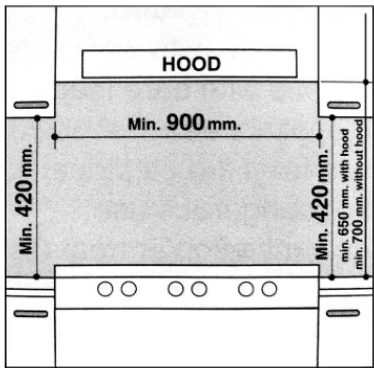

Fig.5
- c) Les meubles doivent être placés à proximité de la hotte, à une hauteur minimale de 420 mm (Fig. 5).
d) La table de cuisson doit être installée directement sous un meuble, ce dernier devant être à au moins 700 mm du plan de travail, comme illustré à la (Fig.5).